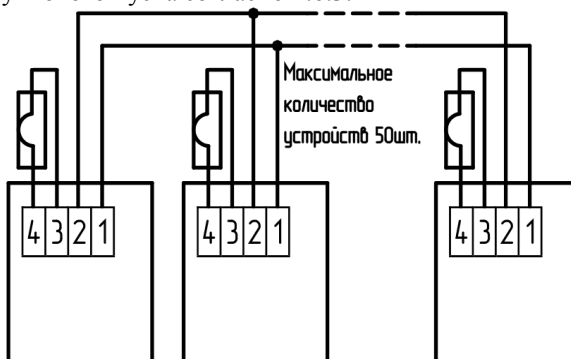

Рисунок 4 – Схема группового включения устройств
6.6 Для организации группового пуска (до 50 устройств) клеммы X1.1 (+) и X1.2 (-) всех устройств объединить параллельной цепью управления (рисунок 4). Выбрать режим группового пуска согласно п.6.3.